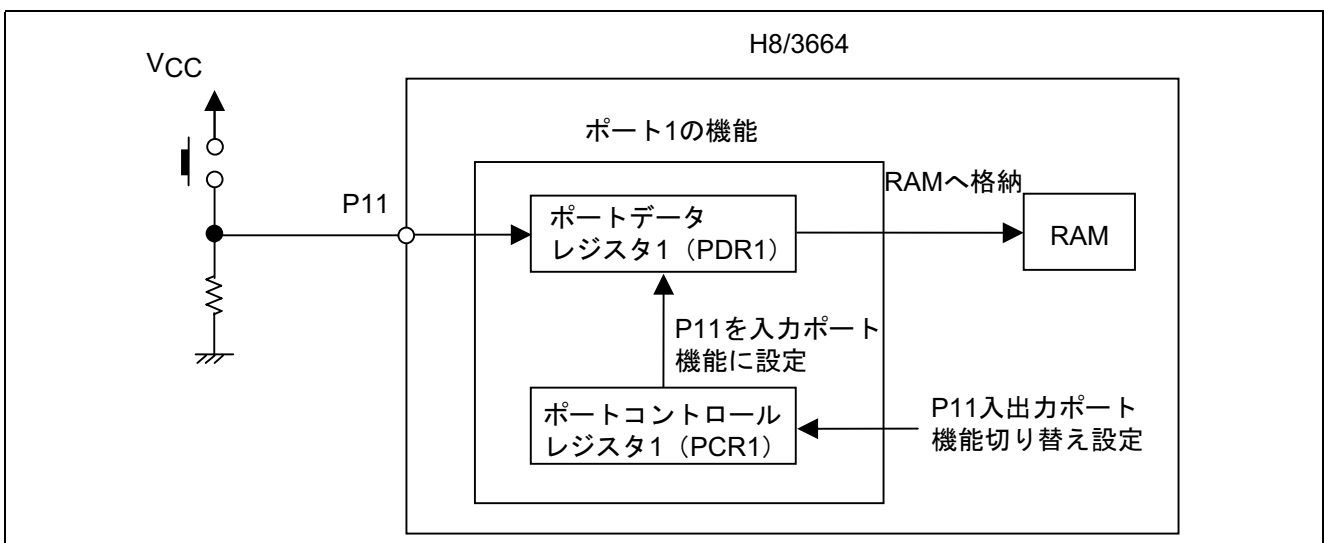

図 2 I/O 入力ブロック図
2.1 本タスク例では、P11 にスイッチを接続し、P11 の状態を RAM に格納します。I/O 入力ポートのブロック図を図 2 に示します。以下に I/O 入力ポートのブロック図について説明します。